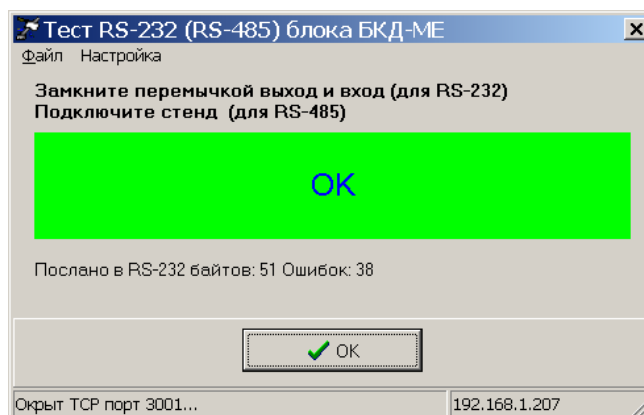

Рисунок 30 - Окно «Тест RS-232»
- 5) При исправном последовательном интерфейсе RS-232 после десяти звуковых сигналов окно автоматически закроется – тест успешно завершен (рисунок 30).
- 4) При исправном последовательном интерфейсе RS-485 после десяти звуковых сигналов окно автоматически закроется – тест успешно завершен (рисунок 30).